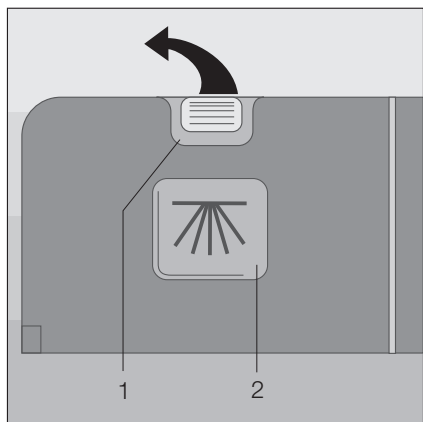

Figura 8
- ☐ Premere in avanti la leva di chiusura (Figura 8/1). Il coperchio si apre a scatto.
Quando le stoviglie sono eccezionalmente sporche è possibile mettere detersivo in più nell'incavo del coperchio (Figura 8/2). Riempire l'incavo fino all'orlo. Questo detersivo è già attivo nella fase di ammollo.